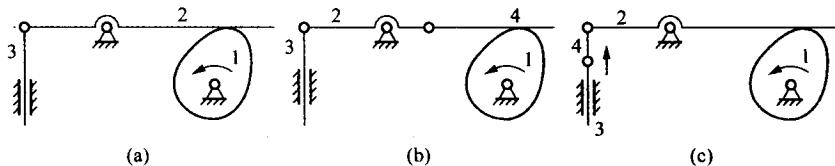

图1-4 题1.4.2图
1.4.2 图1-4(a)机构运动方案为什么不能动? 哪一个修改方案是合理的? 为什么?